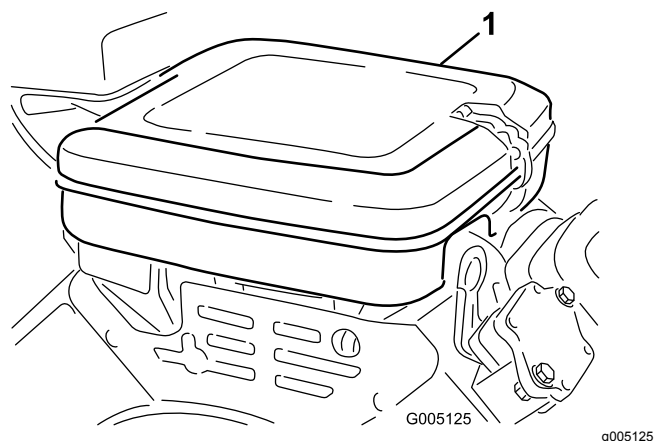

Figura 45
1. Limpie la tapa a fondo (Figura 45).